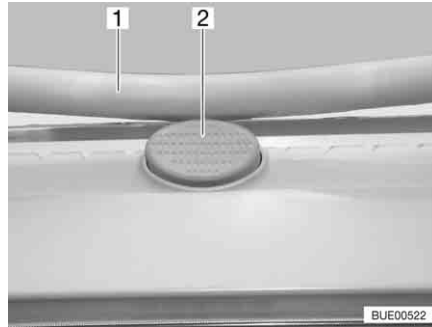

Bild 70 Sicherungsknopf an der Heki-Dachhaube
- Den Sicherungsknopf (Bild 70,2) drücken und den Bügel (Bild 70,1) mit beiden Händen nach unten ziehen.
- Den Bügel mit beiden Händen nach oben drücken, bis der Bügel oberhalb des Sicherungsknopfes (Bild 70,2) liegt.